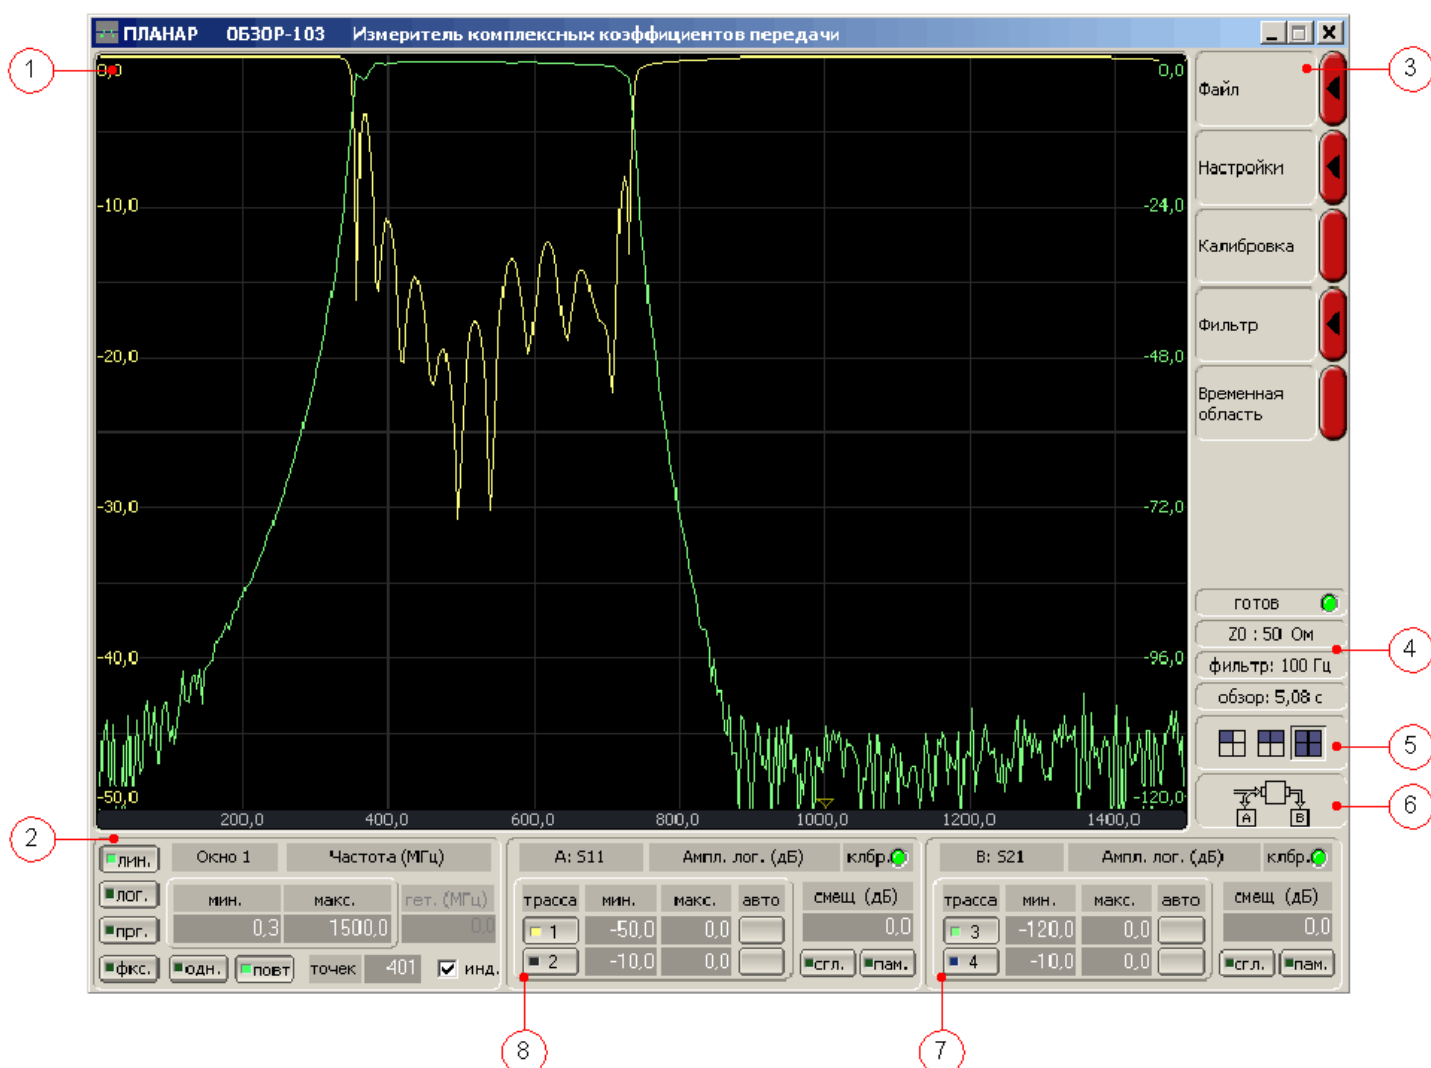

Рисунок 5.1. Экран программы Обзор – 103
5.1 Экран программы Обзор – 103 содержит следующие элементы (рисунок 5.1):